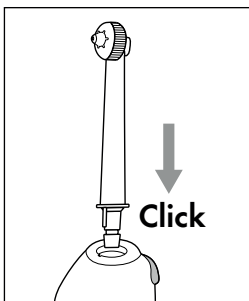

Abb. 2
- ◆ Stecken Sie eine Aufsteckdüse **2** auf das Handteil **5**. Drücken Sie die Aufsteckdüse **2** in die Öffnung, bis die Aufsteckdüse **2** hörbar im Handteil **5** einrastet. Achten Sie dabei auf die richtige Position der Führungsnase am unteren Ende der Aufsteckdüse **2** und der entsprechenden Aussparung in der Öffnung am Handteil **5** (siehe Abb. 2).